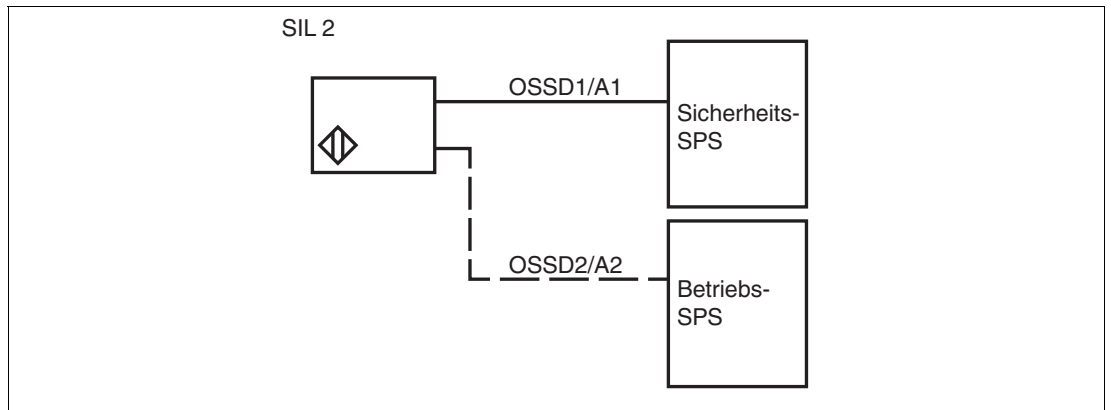

Abbildung 4.5 Beispiel für einen Sicherheitskreis über den Ausgang OSSD1
- Falls Sie den Sensor in einem Sicherheitskreis für SIL 2 verwenden, schließen Sie den Sensor über den Ausgang OSSD1 an, siehe Abbildung 4.5. Der Ausgang OSSD2 wird für die Sicherheitsfunktion nicht verwendet. Schützen Sie eventuell nicht angeschlossene Ausgangsleitungen gegen Kurzschluss.